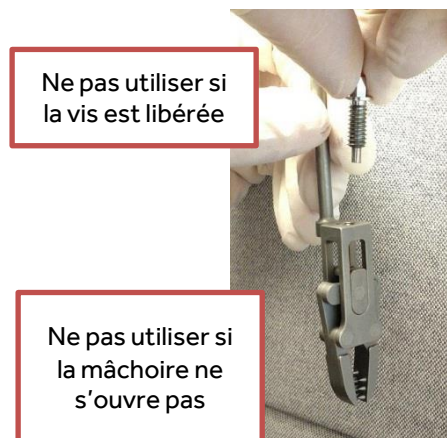

Figure 3: Clamp pour le rachis endommagé
- La vis du clamp est libérée du clamp. Voir Figure 3.